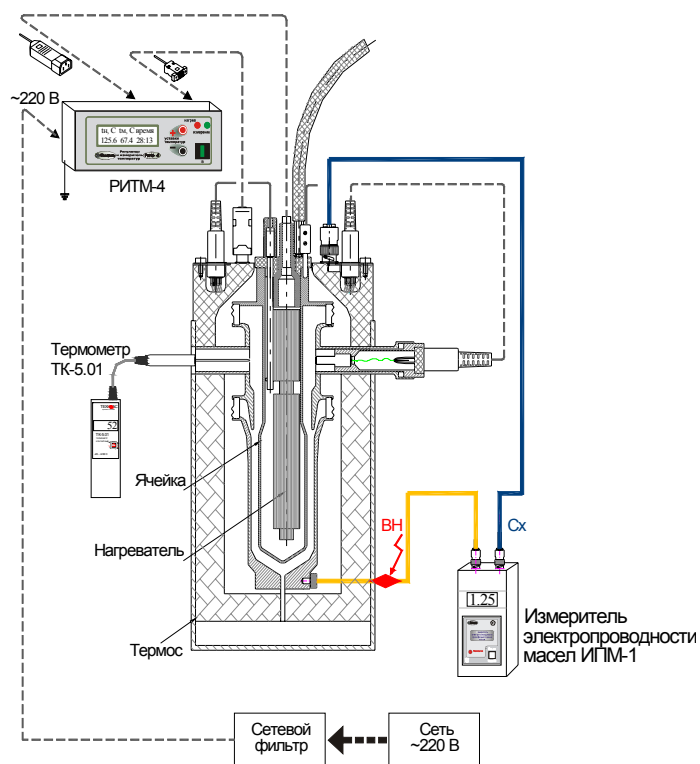

Рис. 4. Схема подключения измерителя электропроводности масел ИПМ-1
4.5. Для проведения измерений значений электропроводности (удельного объемного электрического сопротивления) необходимо отсоединить высоковольтный кабель от разъема на боковой поверхности термоса и подключить к этому разъему кабель с маркировкой «= 500 В», входящий в комплект поставки измерителя ИПМ-1. Ко второму разъему измерителя ИПМ-1 подключите кабель с маркировкой «Сх», отсоединив его от разъема на панели моста МЭП-4СА. Схема подключения измерителя электропроводности ИПМ-1 показана на рис. 4.